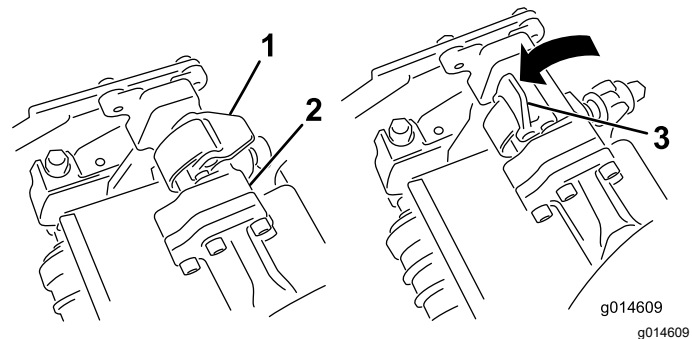
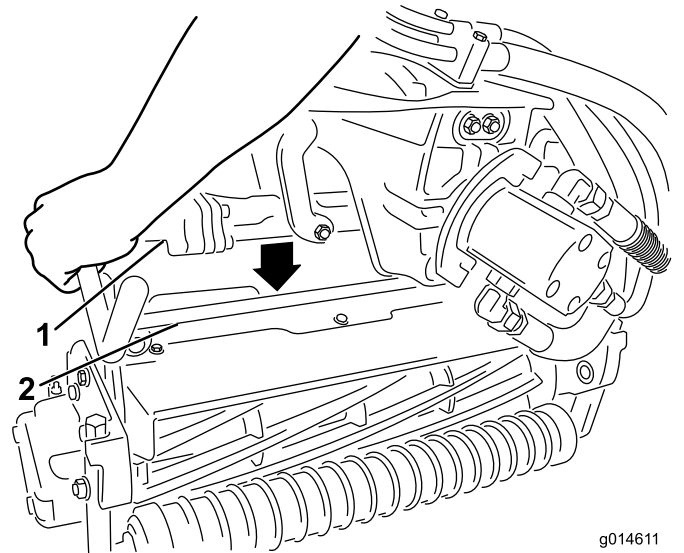

Figure 48
Figure 49
4. Fermez les verrous autour de la barre de l'unité de coupe et bloquez-les en place (Figure 48).
3. Les verrous de la barre de bras de suspension étant orientés en haut (c.-à-d. ouverts) (Figure 48), poussez le bras de suspension vers le bas pour que la barre s'engage sur la barre transversale au sommet de l'unité de coupe (Figure 49).
4. Ouvrez les verrous sur la barre du bras de suspension appartenant à l'unité de coupe que vous voulez déposer (Figure 48).